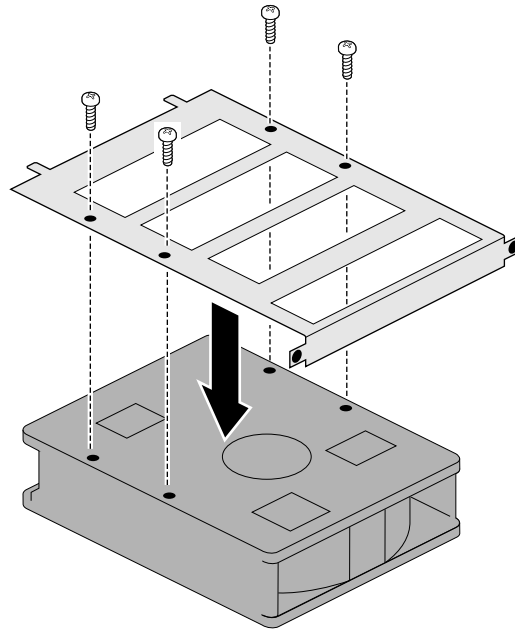

図 4-16 ドライブブラケットの取り付け
6. ドライブは、汚れていない乾いた場所に上面を下に向けて置きます (図 4-16)。